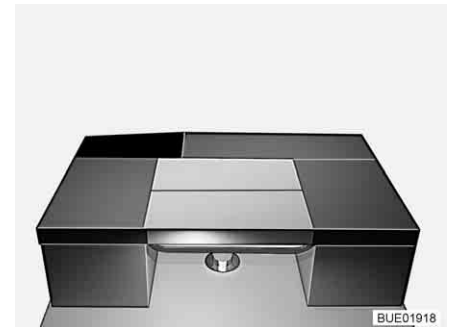

Fig. 124 Después de la transformación
- Colocar el cojín del respaldo del banco en la mesa de modo transversal (véase Fig. 124).